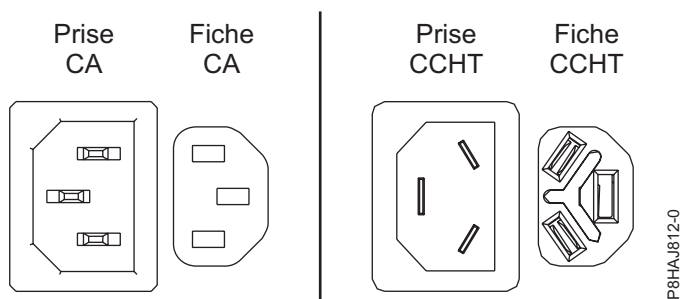
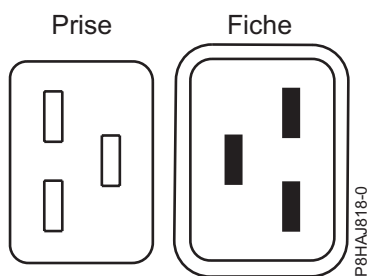
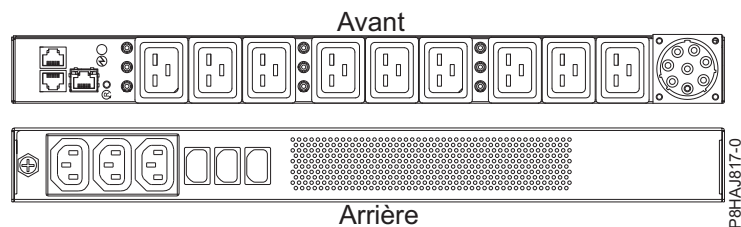

Figure 17. Connecteurs CA et CCHT
Figure 18. Connecteurs pour le système 8408-44E
Figure 19. Unité d'alimentation pour le système 8408-44E
La figure 17 représente les connecteurs pour courant alternatif (CA) et courant continu haute tension (CCHT) pris en charge. Les figure 18 et figure 19 illustrent les connecteurs et l'unité d'alimentation (PDU) pris en charge pour le système 8408-44E.